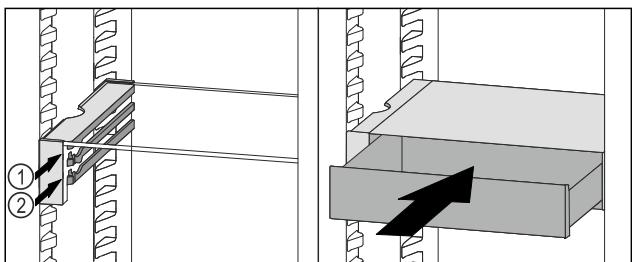

Fig. 113
- Поставете чекмеджето на VarioSafe зад ограничителите върху желаното ребро Fig. 113 (1) или Fig. 113 (2).